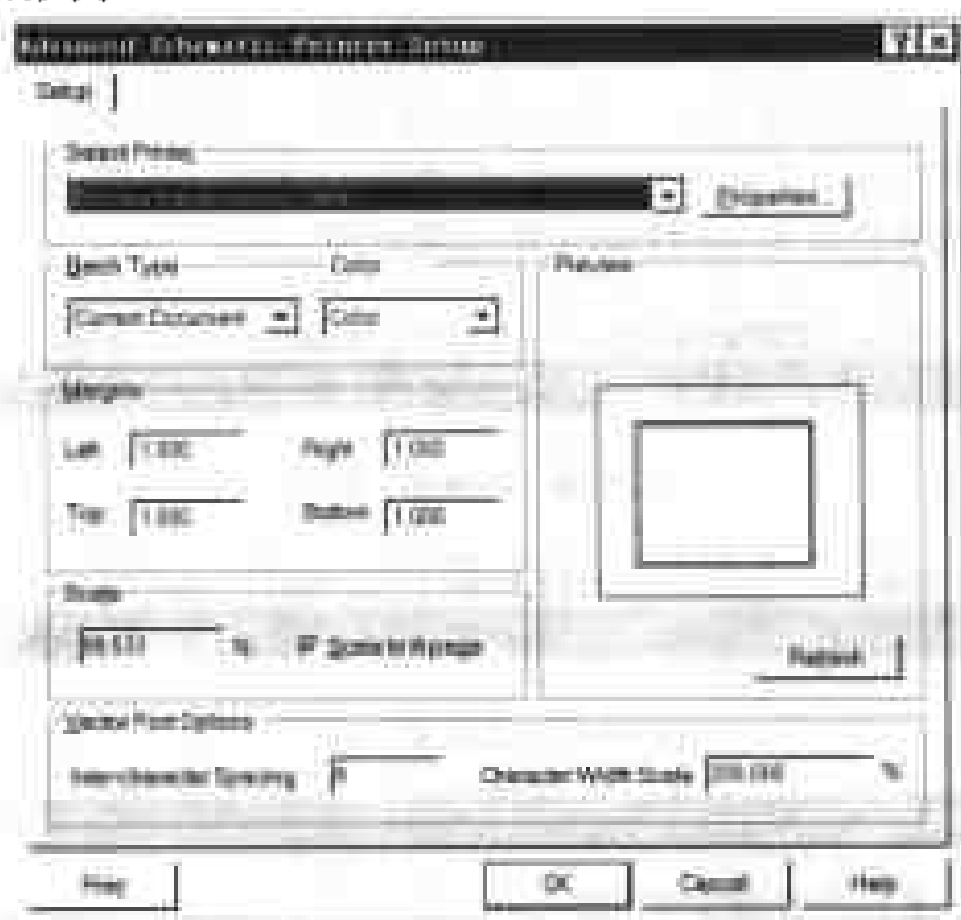

图 10-39 打印机设置对话框
(1) 首先执行菜单命令 File/Setup Printer, 屏幕上出现如图 10-39 所示的对话框, 在该对话框中设置打印的有关参数。Select Printer 选择项用来选择打印机, 用户根据实际的硬件配置而定; Batch Type 选择项用于选择输出的目标图形文件, Current Document 设置是指打印当前正在编辑的图形文件, All Document 设置是指打印输出整个项目的所有文件; Color Mode 选择项用于选择输出颜色的设置, Color 设置是彩色输出, Monochrome 设置是黑白输出; Margins 设置项是用来设置页边的空白宽度; Scale 设置项是用来设置缩放比例, Scale to fit page 是尽可能地放大打印电路图; Vector Font Options 中的 Inter-character 用来设置字符间的间隙, Character Width Scale 用来设置字符宽度比例; Preview 项中的 Refresh 按钮可以预览页面和电路图之间的关系。
(2) 单击图 10-39 中的 Properties 按钮, 屏幕上出现如图 10-40 所示的对话框, 在对话框中可以进行打印机分辨率、纸张大小和纸张方向的设置。
(3) 完成打印机属性设置、打印设置及打印图纸参数设置后, 可单击图 10-39 中的 **Print** 按钮, 或单击主工具条上的打印按钮, 或执行菜单命令 **File/Print**, 就可打印图纸。